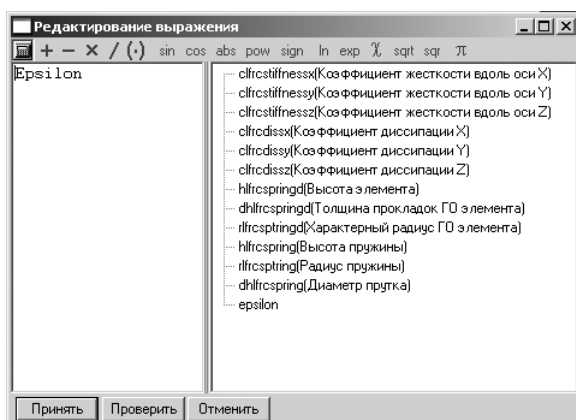

Рис. 2.118. Диалоговое окно **Редактирование выражения** после выделения идентификатора **Epsilon**
- щелкните дважды по только что введенному идентификатору ускорения. Появится диалоговое окно **Редактирование выражения**, см. рис. 2.118;